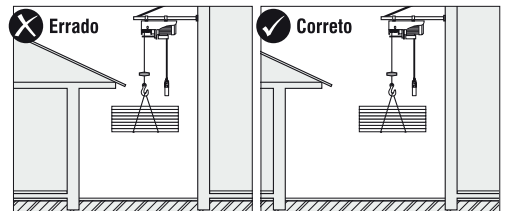

Fig. 5 – El área de desplazamiento de la grúa debe estar desobstruida
- b. En el movimiento y transporte de estructuras, placas y otros pre-moldados, así como cargas en general, deben ser tomadas todas las medidas preventivas que garanticen su estabilidad. Observar también que en el curso vertical no puede haber interferencias que vengán a obstruir su libre desplazamiento, Fig. 5;